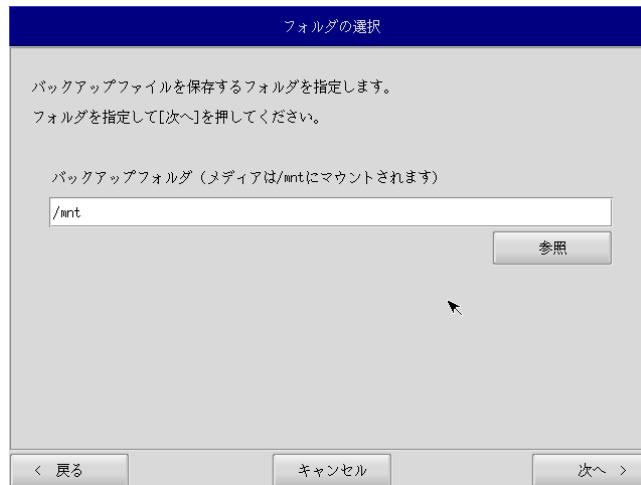

図 5-3-3. フォルダ選択画面
- ⑤ フォルダ選択画面（図 5-3-3）が表示されます。[参照]ボタンを押します。
- ⑦ フォルダ選択画面（図 5-3-3）で指定したバックアップフォルダが入力されていることを確認します。[次